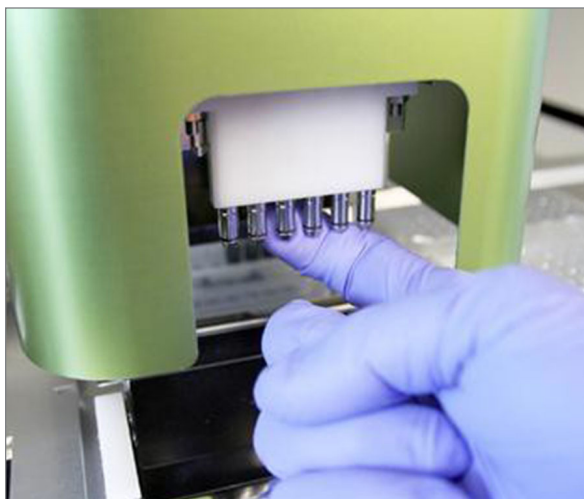

ABBILDUNG 7.10: Mit dem Finger ein wenig Nanostring Silikonfett auf den Dichtring an den Pipettierdüsen aufbringen
3. Nehmen Sie zum Schmieren der Dichtringe ein wenig Silikonfett und reiben Sie die Spitze um den Dichtring, wie in **ABBILDUNG 7.10** dargestellt, mit einer behandschuhten Hand ein.